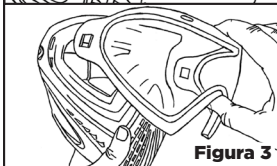

Figura 3
- 4 Agarre la lente por enfrente de la parte central superior y el puente de la nariz. Extraiga la la lente de las gafas protectoras. **[Ver Figura 3]**